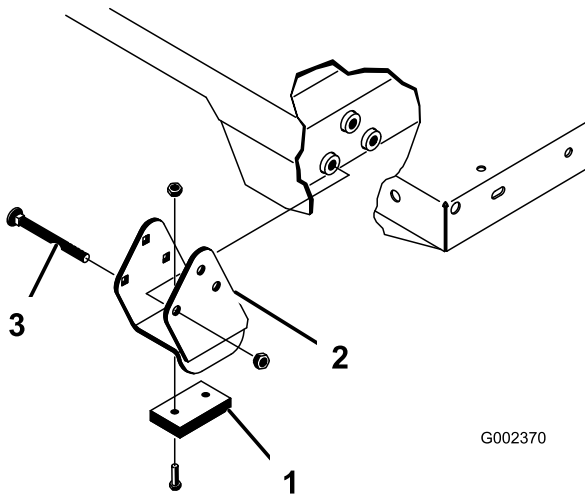

Figura 24
Asegúrese de instalar los espaciadores y las pletinas de desgaste (Figura 24) con las cabezas de los pernos de cuello cuadrado dentro de la máquina.
- Coloque la plataforma con cuidado sobre el bastidor de la máquina, alineando los taladros de las placas de giro traseras con los taladros del perfil trasero del bastidor, e instale los 2 pasadores y las chavetas (Figura 24).
- Inserte el pasador desde la parte exterior de la plataforma, con la chaveta hacia fuera (Figura 24).